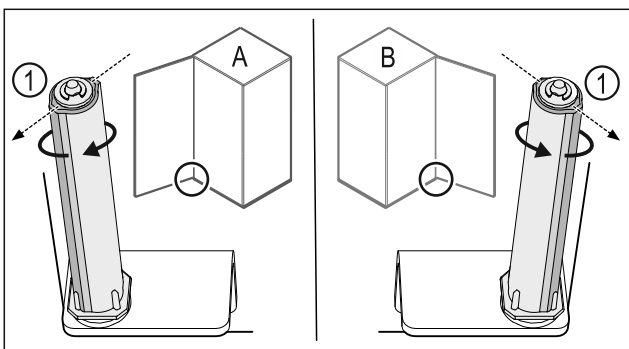

Fig. 55 Отваряне наляво (A) / отваряне надясно (B)
- ▶ Въртете затварящата система срещу съпротивлението, докато ребро на затварящата система Fig. 55 (1) сочи навън.